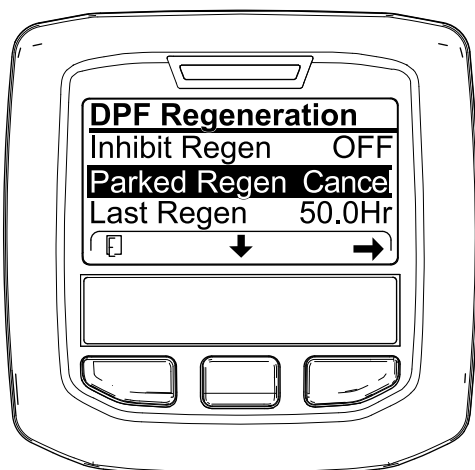
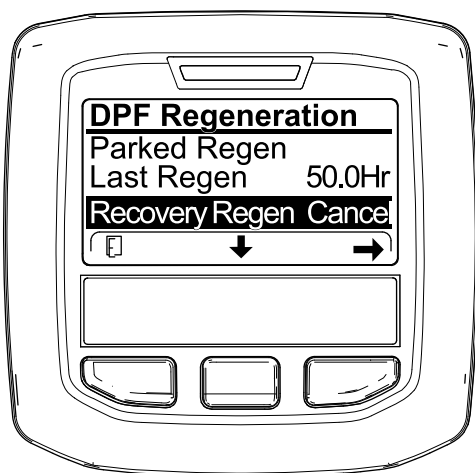

図 69
図 70
1. DPF 再生メニューにアクセスする 図 69。
2. 中央ボタンを押して下へスクロールし、駐車再生キャンセル PARKED REGEN CANCEL (図 69) またはリカバリ再生キャンセル RECOVERY REGEN CANCEL を選ぶ 図 70。
3. 右ボタンを押すと再生キャンセルに Regen Cancel に入る 図 69 または 図 70。